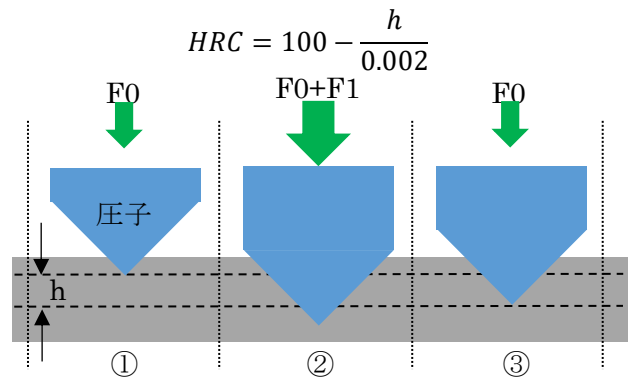

図1 HRC測定手順
HRCを例として測定手順を説明します。①手動で初試験力F0=98.07Nを負荷し、ここを基準位置とします。②追加試験力F1=1373Nを加え、約4秒保持します。③追加試験力を除きます。試料に生じた永久くぼみ深さ(h)[mm]から次式で計算し、HRC硬度と定義します。（図1）